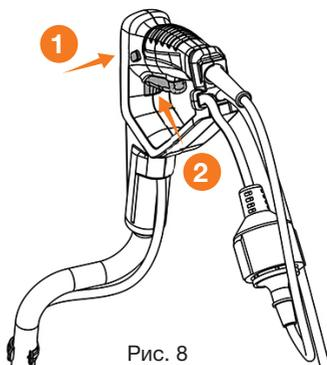

Рис. 8
- Для остановки вращения фрез и работы двигателя, просто отпустите переключатель управления (Рис. 8).